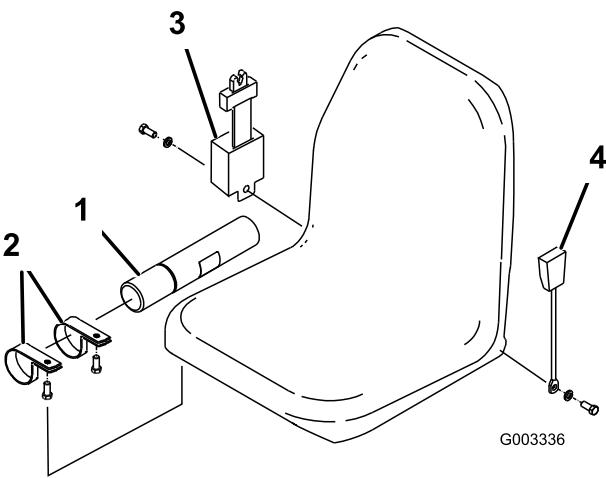

Figura 3
1. Instale o tubo manual na suspensão do banco com as 2 braçadeiras R, incluídas nas peças soltas (Figura 3).
2. Instale o cinto de segurança em cada lado do banco, utilizando um parafuso e uma arruela de bloqueio, fornecidas com as peças adjuntas (Figura 3). O retrator do cinto de segurança deve ser montado no lado direito do banco e a fivela do cinto de segurança no lado esquerdo.